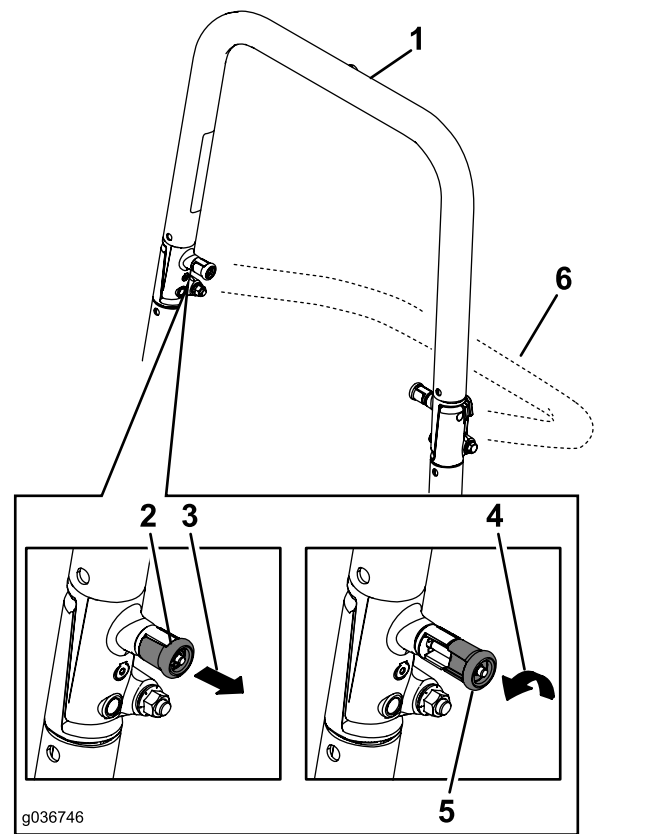

Figura 8
2. Tire de ambos pomos hacia fuera y gírelos 90 grados para desenganarlos (Figura 8).
3. Baje la barra antivuelco (Figura 8).
4. Para elevar la barra antivuelco, suba la barra al puesto del operador y gire los pomos hasta que se introduzcan parcialmente en las ranuras (Figura 8).
5. Eleve la barra antivuelco a la posición vertical, presionando sobre la parte superior de la misma; las clavijas encajarán en cuanto se alineen con los orificios (Figura 8).